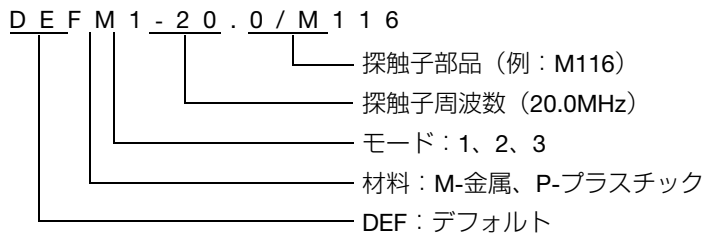

図 5-3 一振動子型探触子のデフォルトセットアップの選択
- 使用する探触子タイプのデフォルト画面 (65 ページの図 5-3 に示す例を参照) で、使用する探触子で利用可能なデフォルトセットアップを強調表示します。